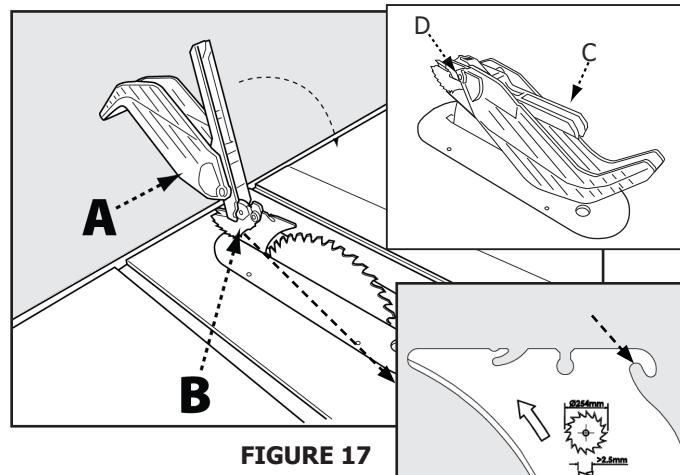

FIGURE 17
- Tout en maintenant l'ensemble protège-lame (A) en position verticale, accrochez le goujon de guidage(B) à l'extrémité arrière de l'ensemble protège-lame dans la fente sur le bord arrière du couteau diviseur.
- Faites tourner l'ensemble protège-lame vers l'avant de la scie jusqu'à ce que la partie métallique (C) de l'ensemble protège-lame soit parallèle à la table comme le montre la Figure 17.
- Tout en maintenant enfoncé l'avant de la partie métallique du protège-lame (C), appuyez sur le levier de verrouillage du protège-lame (D) jusqu'à ce qu'il s'enclenche en position verrouillée. Assurez-vous que le protège-lame est verrouillé sur le couteau diviseur en tirant sur le protège-lame. Si le protège-lame n'est pas verrouillé, le levier de verrouillage du protège-lame retournera à la position déverrouillée.